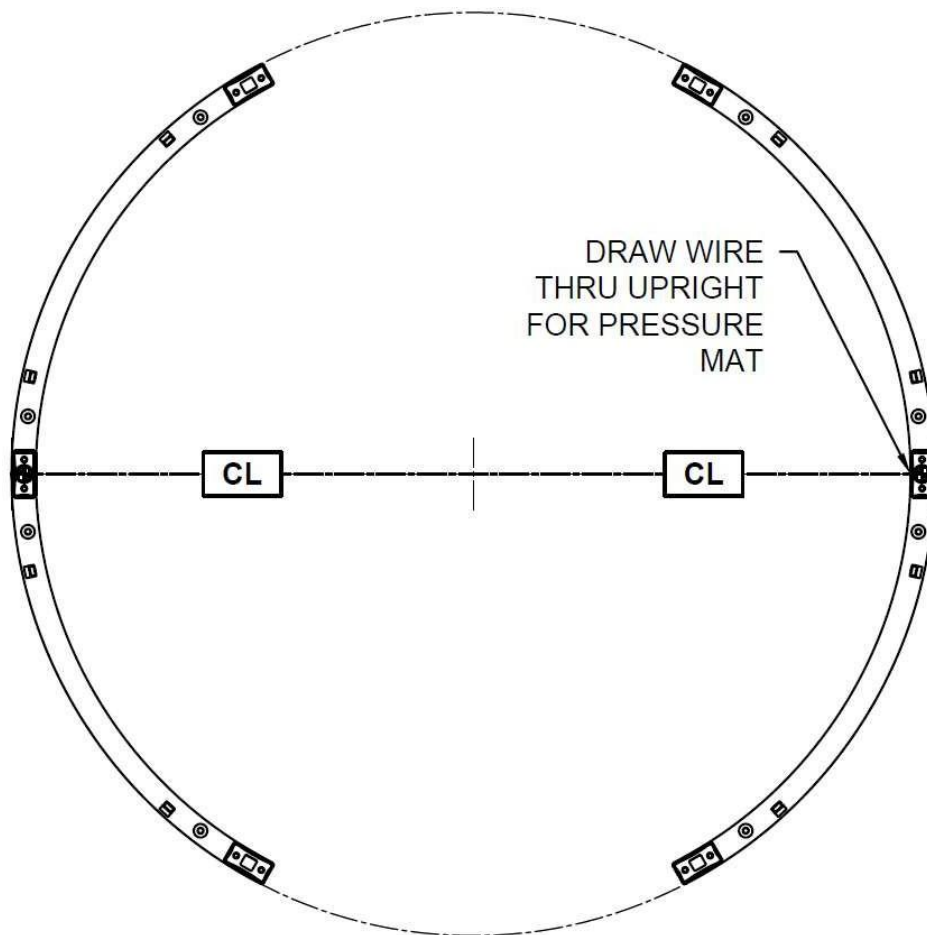

Abbildung 8: Platzierung des Rahmens
- 5.4. Legen Sie die beiden Seitenhälften über die markierte Fläche, wie in *Abbildung 8* gezeigt. Stellen Sie sicher, dass die Strom- und Steuerkabel von der Leitung durch die Pfosten gezogen werden, um sie in den oberen Kanal zu führen. Platzieren Sie auch die Lagerbaugruppe.
- 5.5. Ziehen Sie den Zugdraht für die Druckmatte durch den Pfosten, wie in *Abbildung 8* gezeigt.